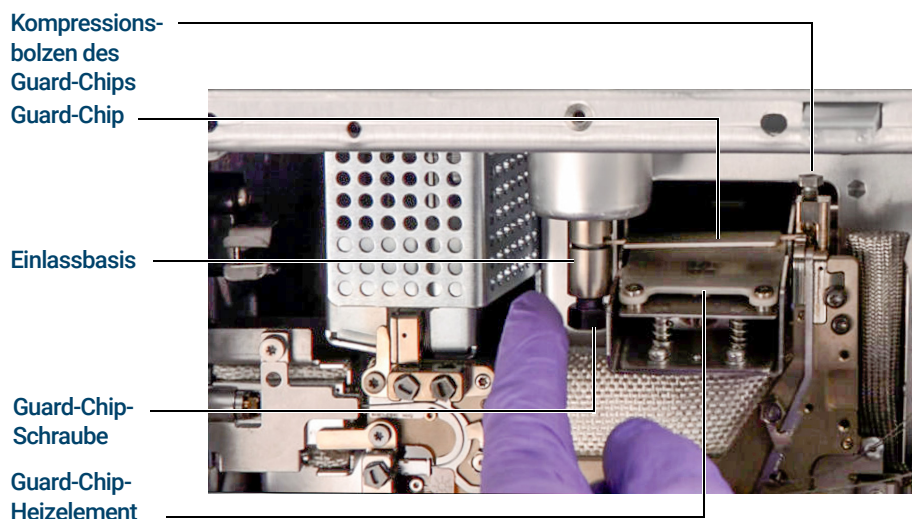

Abbildung 13. Guard Chip und zugehörige Teile
- 9 Ziehen Sie die Zugangsplatte zu den Kompressionsbolzen heraus, um mit dem Drehmomentschrauber an den Kompressionsbolzen des Guard-Chips zu gelangen. (Siehe **Abbildung 13** auf Seite 74.)